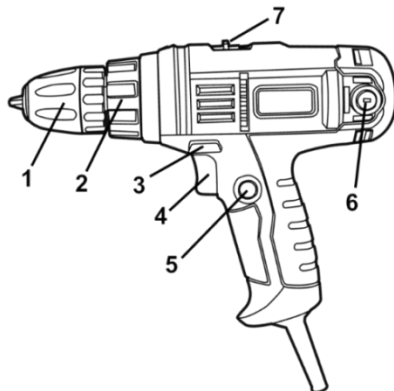

Рисунок 1
4.1 Встановіть необхідний крутний момент за допомогою кільця регулятора моменту затягування (2) (див. рисунок 1).
4.3 Для вмикання виробу натисніть на курок вимикача (4) (рисунок 1). Для відключення виробу слід курок відпустити. Регулювання швидкості обертання патрона здійснюється ступенем натискання на клавішу вимикача.